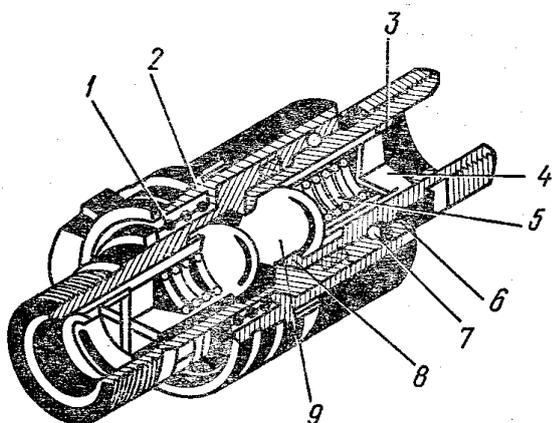

Рис. 13. Муфта разрывная (Устройство запорное).
5.7.1. Муфта разрывная (рис.13) служит для предохранения шлангов от разрушения при случайном отсоединении полуприцепа от трактора и для предотвращения вытекания масла из шлангов в отсоединенном состоянии. Разрывная муфта состоит из двух корпусов 6, 8, соединенных между собой фиксирующими шариками или конусами 7. В замкнутом положении шарики (конуса) 9 отходят от своих седел и соединяют полости корпусов между собой.